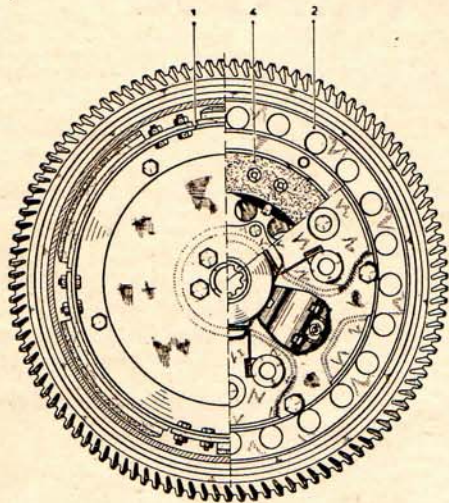

Fig. 12 — Vue en coupe de l'embrayage AZ.
• Déposer la couronne porte-masselottes (1) (figure 12).